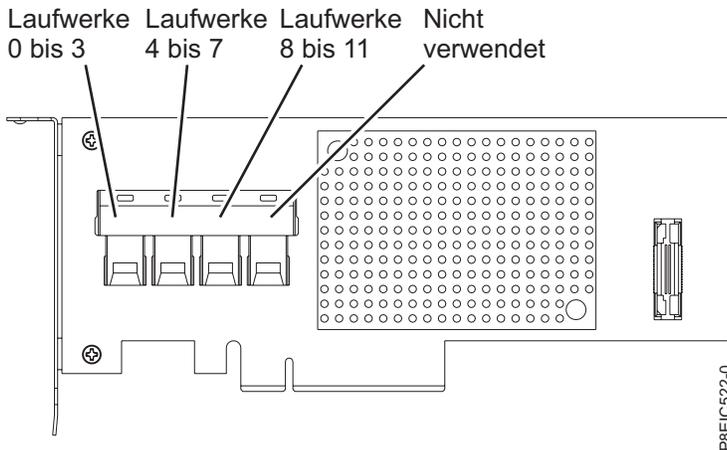

Abbildung 46. PCIe3-SAS/SATA-RAID-Adapter mit niedrigem Profil, 6 Gb, (FC EC3Y - PMC 71605E) verkabeln
- a. Schließen Sie vor der Installation des Adapters die Signalkabel des Plattenlaufwerks an den RAID-Adapter an. Siehe Abb. 46 auf Seite 42.